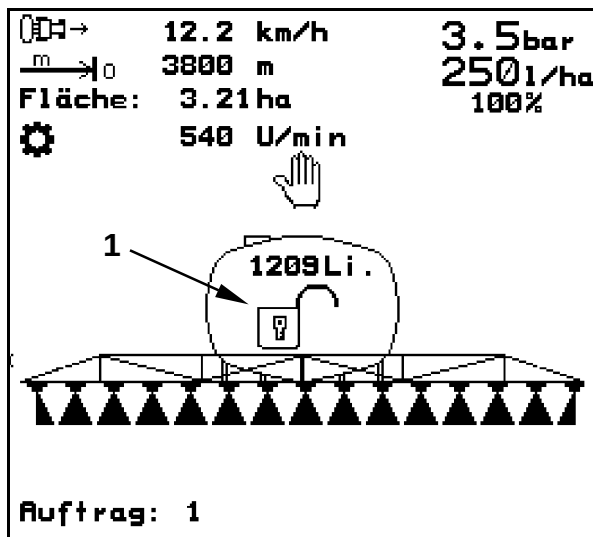

Fig. 108
- L'amortissement tri-dimensionnel est déverrouillé (Fig. 107/1), lorsque le symbole de cadenas **AMATRON+** ouvert s'affiche à l'écran du (Fig. 108/2).
Lorsque l'amortissement tri-dimensionnel de la rampe est déverrouillé, le symbole du cadenas ouvert s'affiche à l'écran du **AMATRON+** (Fig. 108/1).